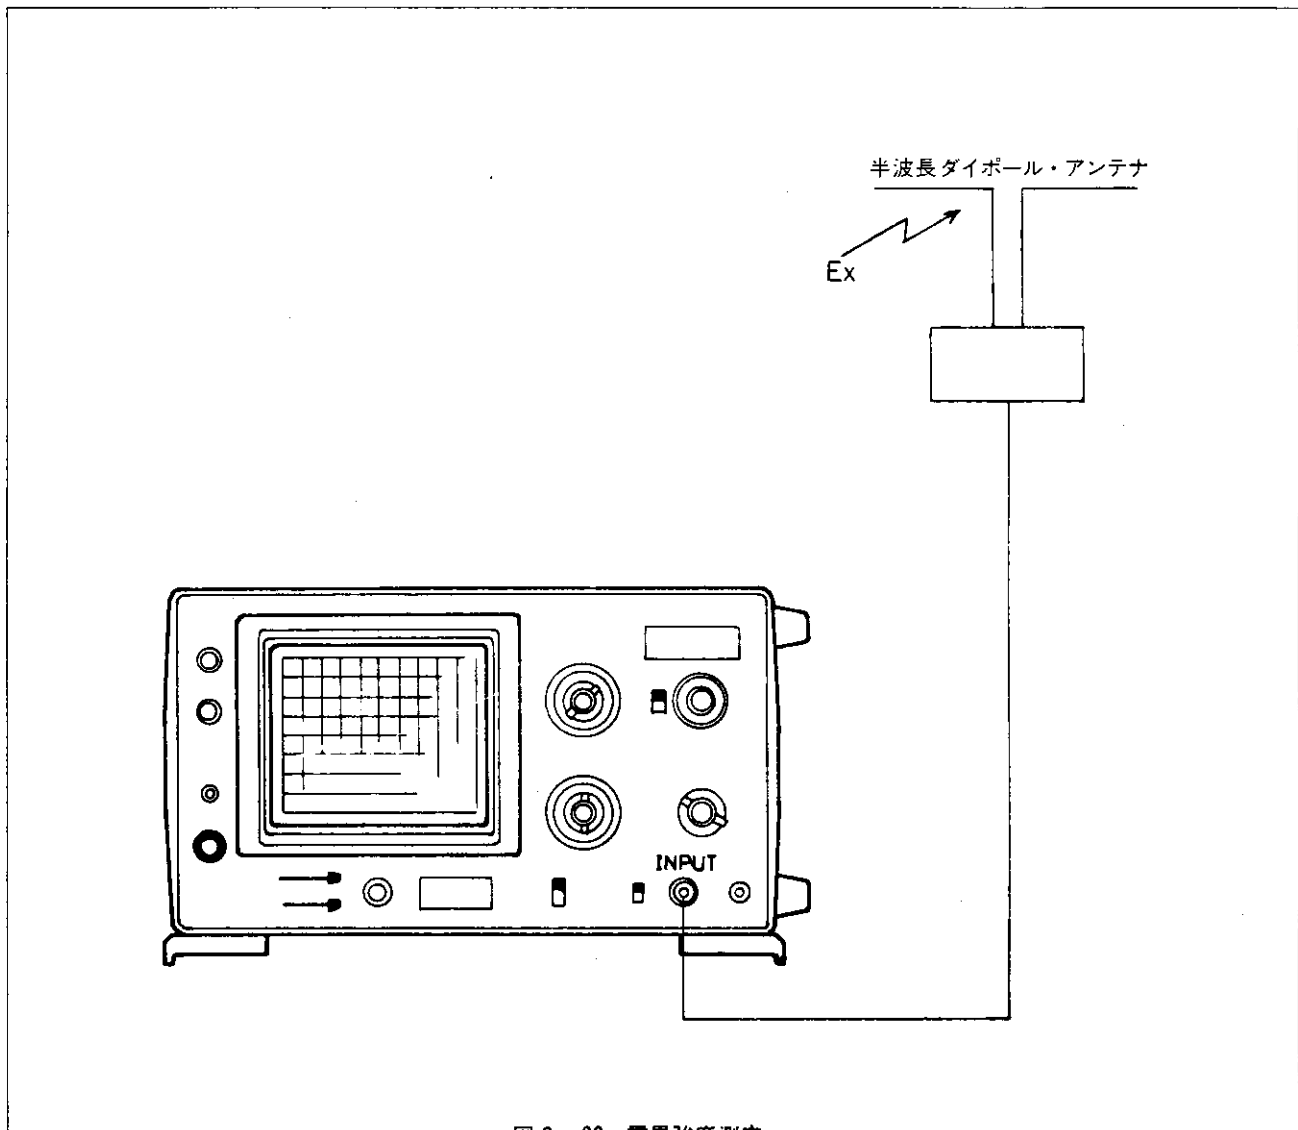

図 2-22 電界強度測定
2. アンテナを **INPUT** コネクタに接続し、アンテナに合わせて **REFERENCE LEVEL** 切換えスイッチを設定します [図 2-22]。